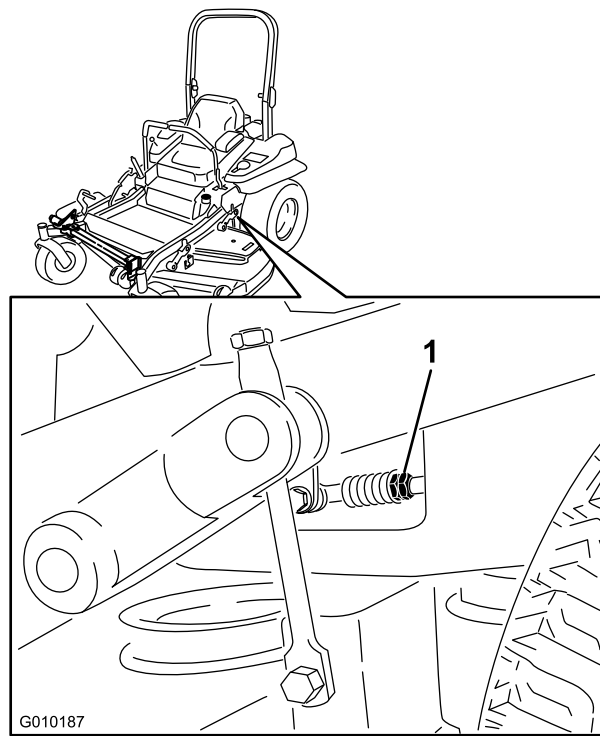

Figura 86
11. Ajuste la longitud de las varillas de control de las bombas girando las tuercas dobles de la varilla en el sentido apropiado, hasta que las ruedas se muevan ligeramente en marcha atrás (Figura 86).